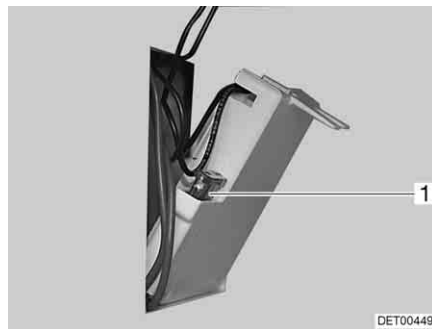

Fig. 98 Fusible des toilettes Thetford
- Changer le fusible (Fig. 98,1).